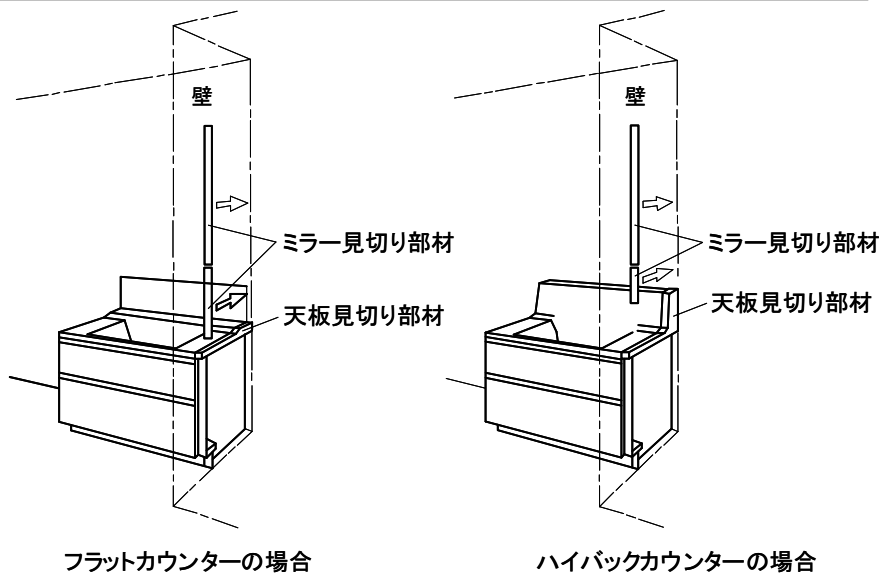

図14-20
③天板見切り部材の上に、ミラー見切り部材を貼付けてください。(図14-20)
④ミラーキャビネット、ウォールキャビネットを設置説明書にしたがって設置してください。